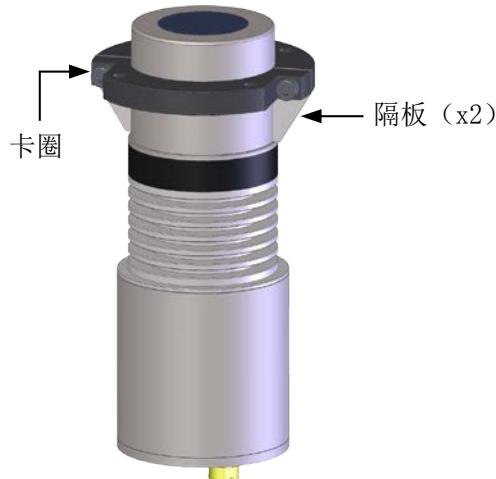

图23：卡圈（嵌装）
3. 确保隔板已接触到传感器脊线（图 23）。拧紧卡圈的螺丝，将卡圈固定到位